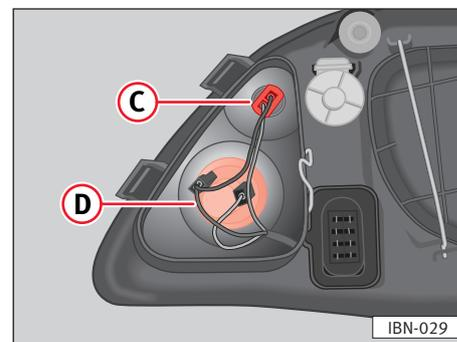

Fig. 156
- Girar hacia la izquierda el portalámparas y extraerlo de su alojamiento ⇒ fig. 156 ②.